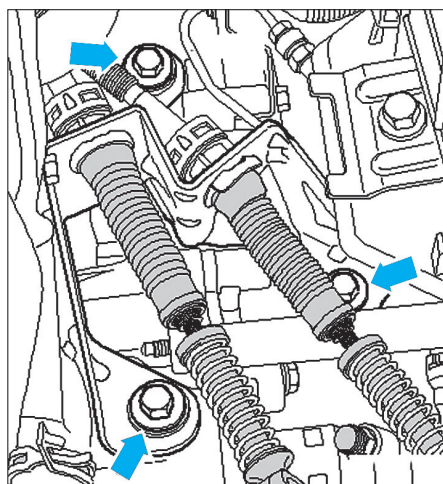

Fig. 14
- Déposer le support intermédiaire des câbles de commande de sélection de passage des vitesses (Fig.14).